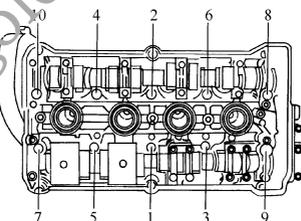

图 2-76 缸盖螺栓拧紧顺序
- 5) 按图 2-76 的顺序, 分两步拧紧缸盖螺栓: 第一步拧紧力矩 $40\text{N} \cdot \text{m}$, 第二步用刚性扳手再拧 180° (1/2 圈)。